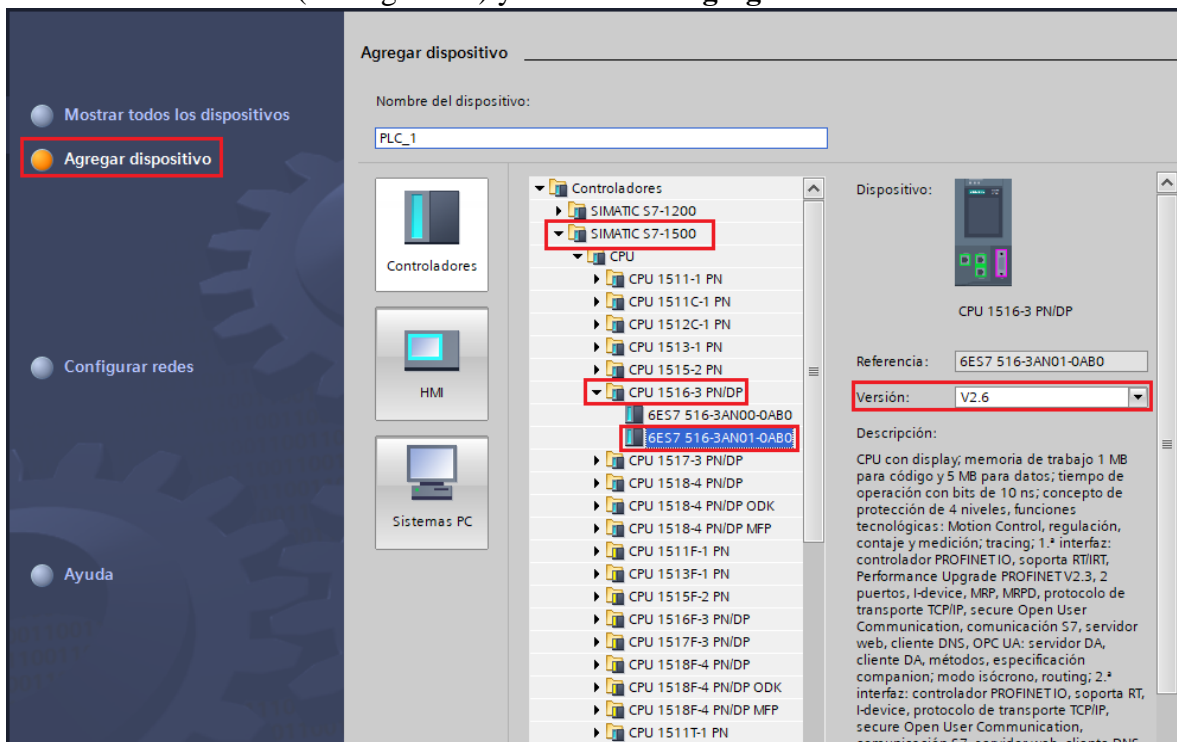

Figura 22. Selección del dispositivo que se va a utilizar.
(2) En la ventana de “Dispositivos y redes”, agregar el PLC S7-1500 para ello seguimos los siguientes pasos:
- Dar clic en “Agregar dispositivos” y dar clic en “Controladores” / “SIMATIC S7-1500” / “CPU” / “CPU 1516-3 PN/DP” / “6ES7 516-3AN01-0AB0”, dentro de la opción “Versión” seleccionar “v2.6” (ver Figura 22) y dar clic en “Agregar”.